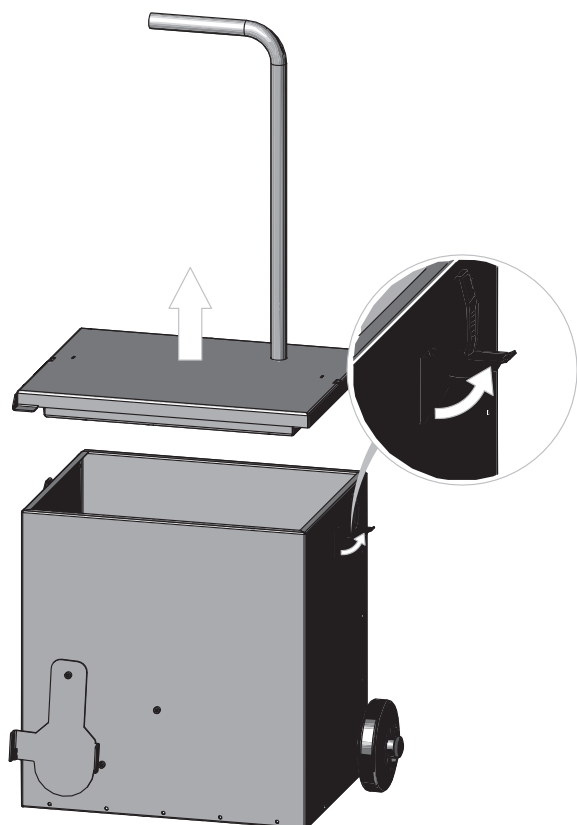

Fig. 53
- ▶ Sganciare le chiusure a staffa di fissaggio ai lati del contenitore cenere, rimuovere il coperchio e svuotare il contenitore cenere – Fig. 53.